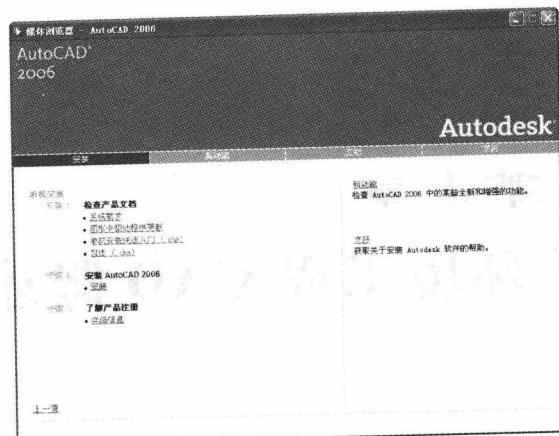

图 1-2 选择单机安装
2) 在安装界面上，选择“安装”栏的“单机安装”，显示图 1-2 所示对话框。对话框显示单机安装有三步骤，可直接点击步骤 2 的“安装”，启动安装向导。